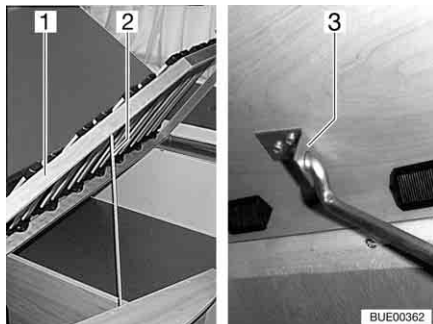

Bild 84 Fast säng
- Lyft ribbotten (Bild 84,1), lossa stången (Bild 84,2) ur fästet och stick in den i hållarens hål (Bild 84,3).
- Lyft ribbotten (Bild 84,1), lossa stången (Bild 84,2) ur hållaren (Bild 84,3) och stick in den i fästet.